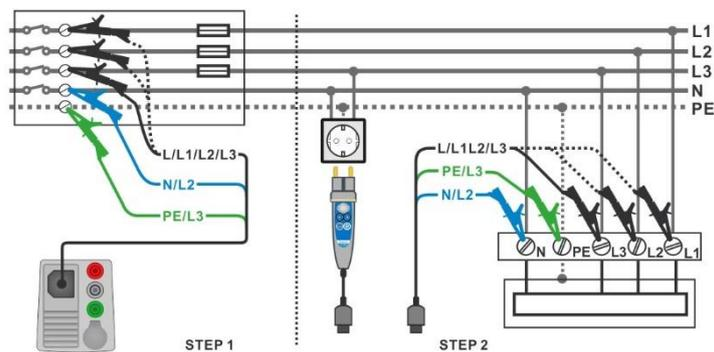

Abbildung 7.129: AUTO TT Messung
- Schließen Sie den 3-Leiter Prüfadapter oder den Commander Prüfstecker am Prüfling an, siehe **Abbildung 7.129**.